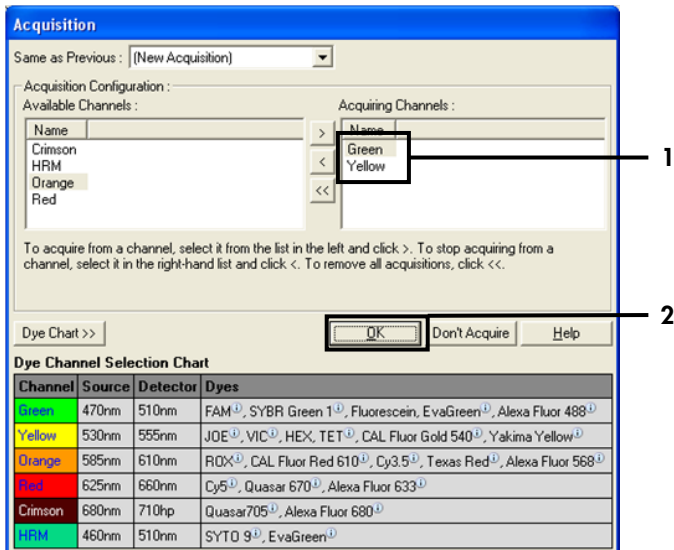

Abbildung 27. Erfassung im Zyklusschritt bei 60 °C. 1 = Ausgewählte Kanäle, 2 = „OK“.
10. Wählen Sie „Green“ (Grün) und „Yellow“ (Gelb) als zu erfassende Kanäle aus, indem Sie auf „>“ klicken, um diese Kanäle aus der Liste „Available Channels“ (Verfügbare Kanäle) zu verschieben. Klicken Sie auf „OK“ (Abbildung 27).